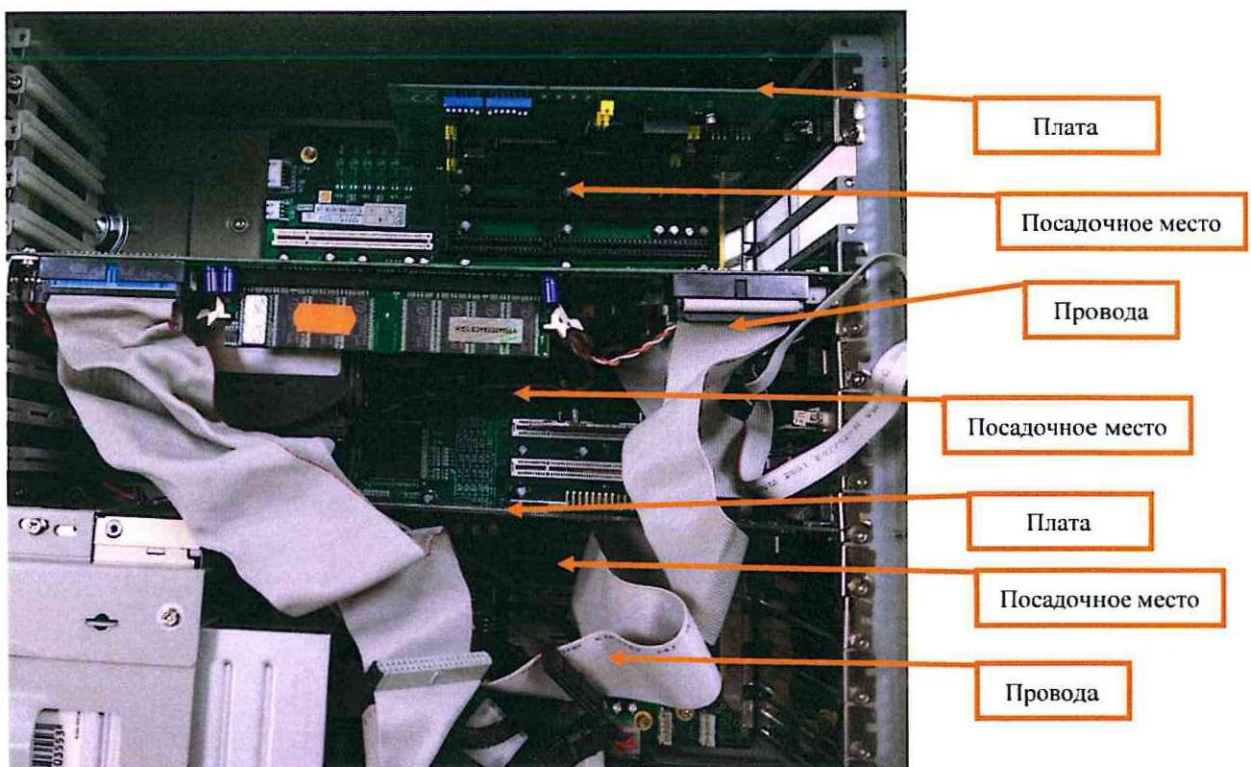

Рисунок 24. Платы, посадочные места и провода системного блока.
7.3.15 Провести очистку всех плат, проводов и посадочных мест с помощью воздуходувки, стенки блока очистить с помощью чистящей салфетки (Рисунок 24).